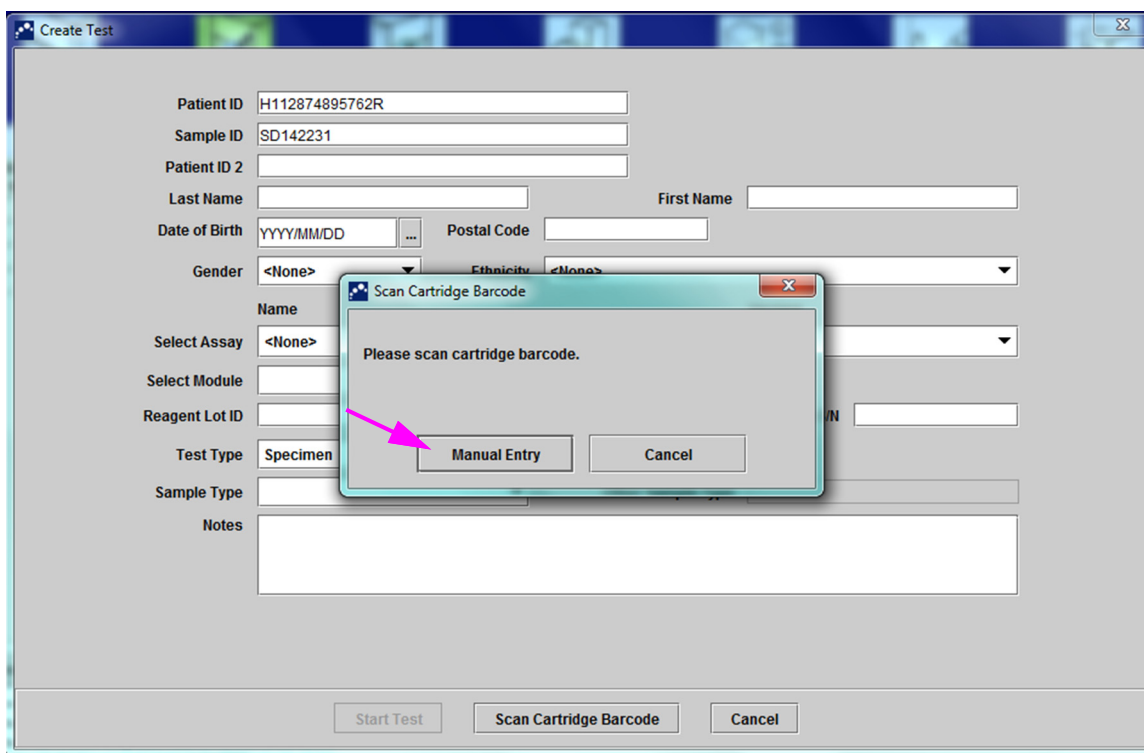

Figura 5-21. Caseta de dialog Scanare cod de bare cartuș
3. Scanați codul de bare cu ID-ul probei folosind scannerul de coduri de bare furnizat. Consultați Secțiunea 5.5. Apare caseta de dialog Scanare cod de bare cartuş (Scan Cartridge Barcode). Consultați Figura 5-21.